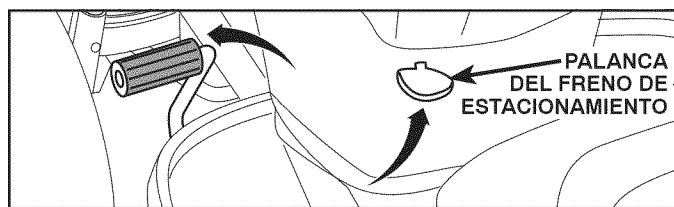

Fig. 22
1. ACCIONE LA PALANCA DEL FRENO DE ESTACIONAMIENTO Y EL MANDO DE LEVANTAMIENTO DEL ACCESORIO INFERIOR (Vea Fig. 22)